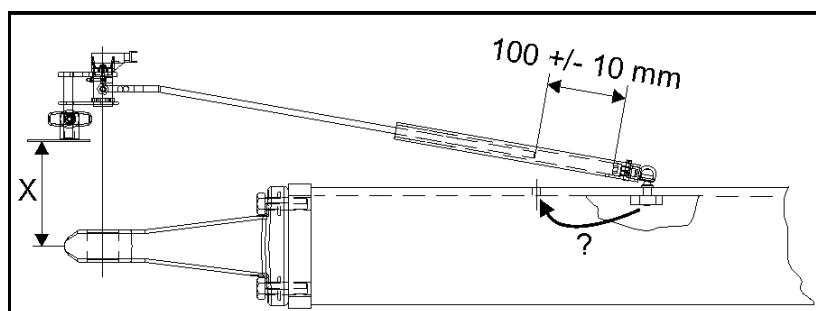

Fig. 118
5. Skub akselhalvparten i den position som De ønsker. Hertil tage målet "x" fra underkanten af grundrammen (Fig. 118/1) til midten af sprøjten hjul, og skub akslen i den ønskede position.